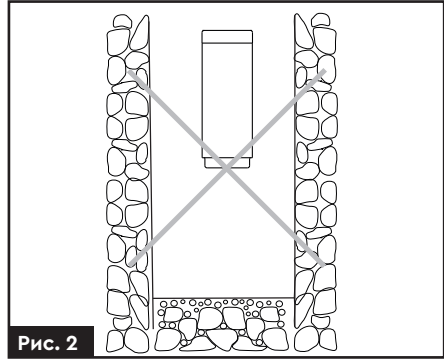

Рис. 2
- › Заборонено експлуатацію насоса без фільтра грубого очищення на нижній частині обсадної труби свердловини (**рис. 2**), щоб уникнути потрапляння піску і каменів в насосну частину насоса!